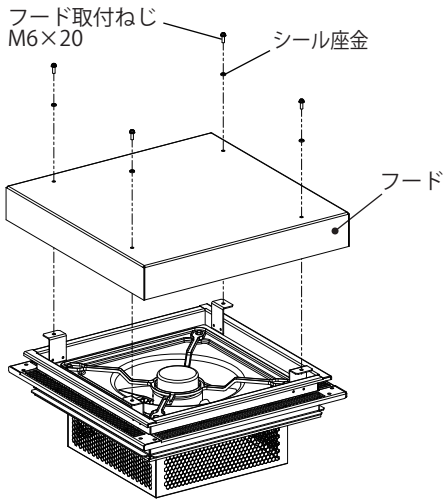

図 1
1. フード取付ねじ M6×20・シール座金 (4か所) を取り外し、フードを持上げ取り外してください。(図 1)